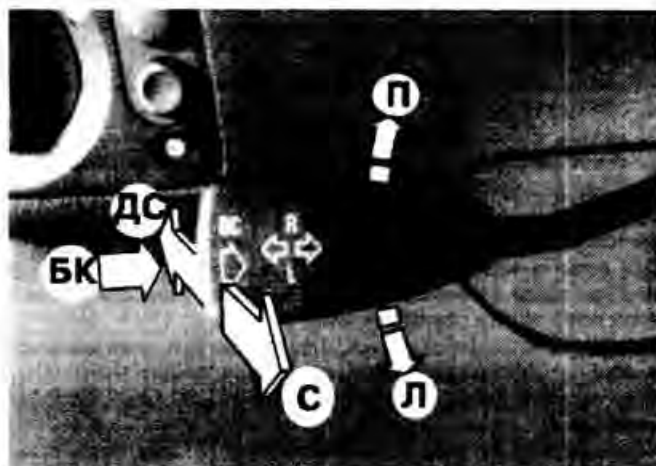

Рис. 1-29. Положения переключателя указателей поворота и света фар:
- «2»: включаются фары ближнего или дальнего света в зависимости от положения рычага переключателя света (рис. 1-29). Если при включенных фарах ближнего света зажигание выключается, фары автоматически выключаются и остается включенным только габаритный свет. Если зажигание выключа-